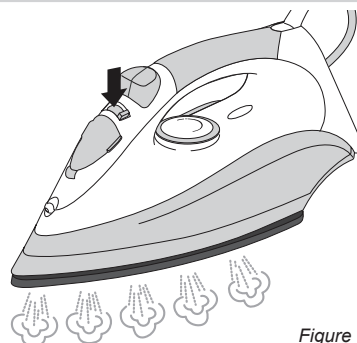

Figure 4
5. Mettez le bouton de réglage de la vapeur sur la position désirée pour la quantité de vapeur voulue (voir la figure 4).
7. Le coup de vapeur s'utilise de cette manière: mettez le bouton pour coup de vapeur (6).